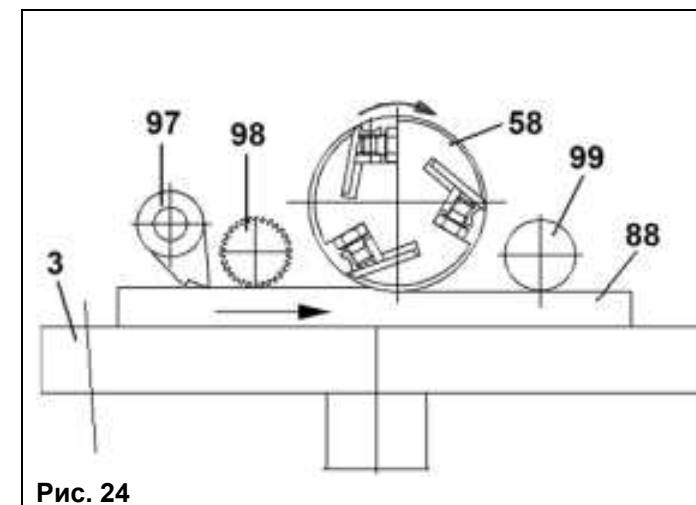

Рис. 24
9.3.4. Для строгания подавайте заготовку (88) толстым концом навстречу вращению строгального вала (58) со стороны приёмного стола (5) до захвата её подающим роликом (98). Надёжное положение заготовки (88) на рабочем столе (3) и равномерная скорость автоматической подачи заготовки (88) обеспечивается антиотбрасывателем (97), подающим роликом (98) и приёмным роликом (99), Рис. 24.